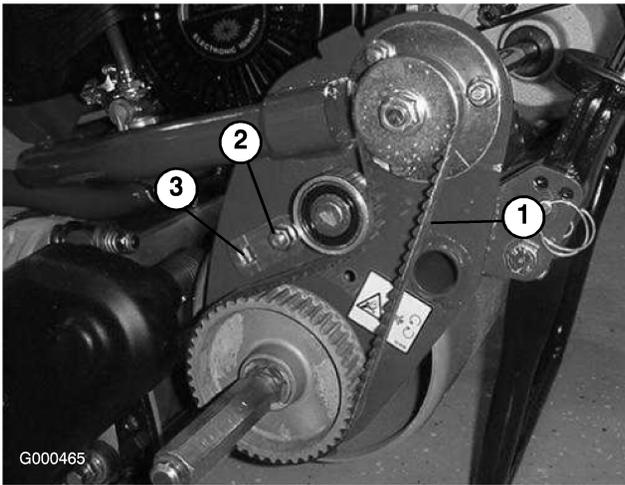

図 41
- B. 3/8インチのトルクレンチでアイドラ・ブラケットを0.4～0.46 kg・mのトルクで回転させてベルトを張る（図 41）。アイドラ・ブラケット固定キャップスクリュを締める。ベルトを締め付けすぎないように注意する。